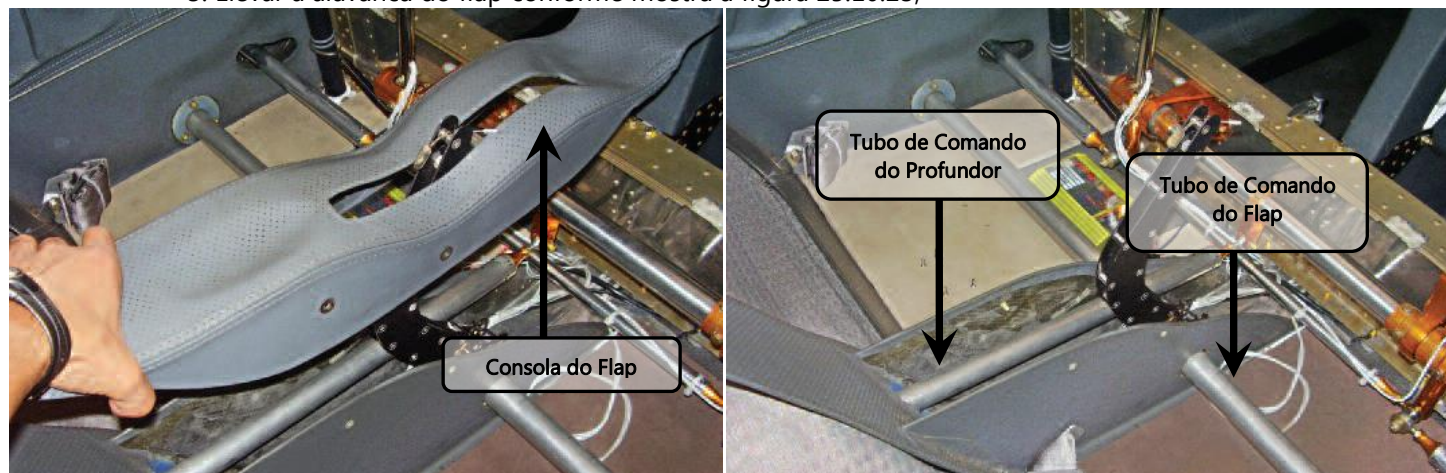

Figura 25.10.24 – Console do Flap – Remoção
4. Remover o console manualmente tal como mostrado na figura 25.10.24.